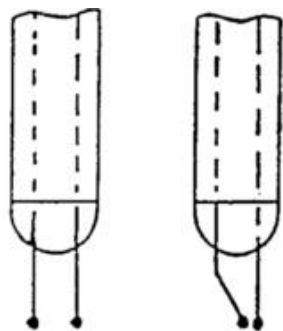

图 6
3、测量电极弯曲而没有短路时可以使用。也可以进行修复。修复时要用镊子夹住铂金电极的根部，慢慢修整铂金电极的顶端，可用的电极如下图 6 所示：